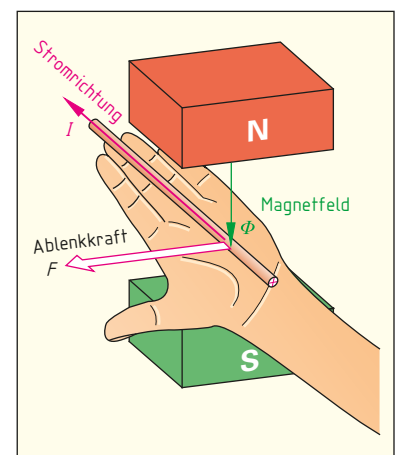

Bild 2: Motorregel (linke Hand)
6. Bestimmen Sie mithilfe der Motorregel (**Bild 2**) die Bewegungsrichtungen des Läufers im Motorbetrieb und ergänzen Sie den Drehsinn in der Tabelle.